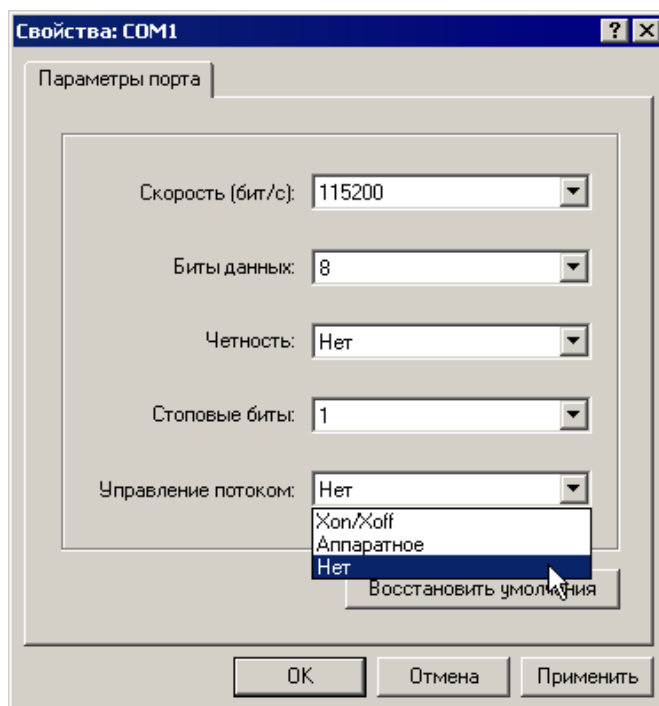

Рисунок 10.2 – Окно «Свойства COM-порта»
- 5) В открывшемся окне «Свойства: СОМ» (см. рисунок 10.2) – в поле «Скорость (бит/с)» выбором из раскрывающегося списка задать значение «115200», в поле «Управление потоком» выбором из раскрывающегося списка задать значение «Нет», нажать кнопку «Применить», затем – нажать кнопку «ОК».